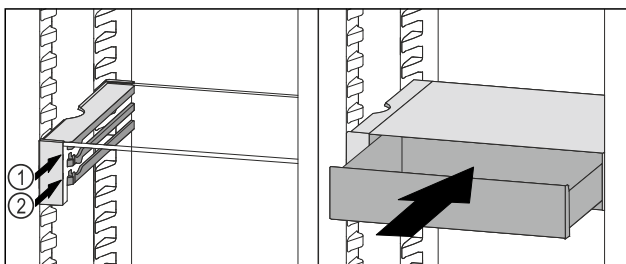

Fig. 103
- ▶ VarioSafe-Schubfach hinter den Stopperrn auf gewünschter Rippe *Fig. 103 (1)* oder *Fig. 103 (2)* aufsetzen.